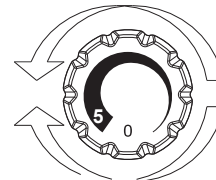

Abb. 2
- Die Temperatureinstellung beider Fächer erfolgt durch Drehen des Stellrings (Abb. 2). Die gewünschte Position einstellen: